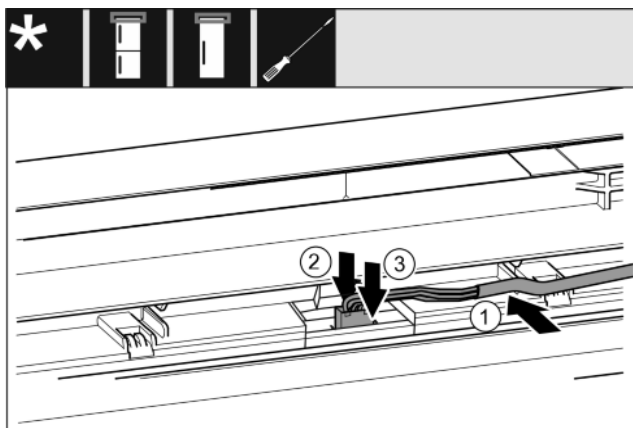

Fig. 35
- ▶ Sivý kábel vložte do vedenia v horných dverách. Fig. 35 (1)
- ▶ Výstupok potlačte dozadu Fig. 35 (2)
- ▶ Zaklapnite zástrčku. Fig. 35 (3)